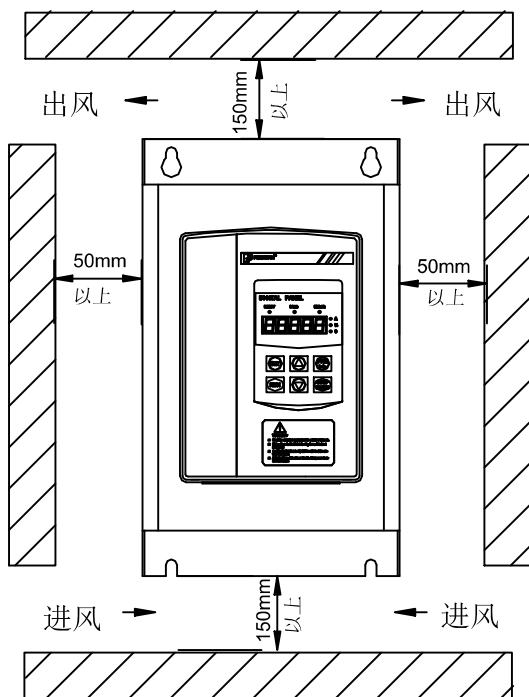

图 3.1
- 安装方向与距离：为了确保软起动器在使用中具有良好的通风及散热条件，软起动器应垂直安装，并在设备四周留有足够的散热空间，如图 3.1、图 3.2，图中为允许的最小距离。